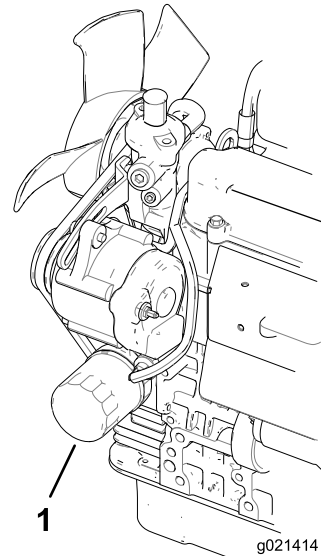

Figura 45
2. Retire el filtro de aceite (Figura 45). Aplique una capa ligera de aceite limpio al filtro nuevo antes de instalar el filtro. **No apriete demasiado.**